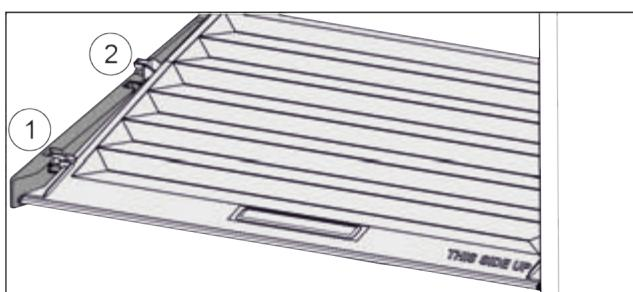

Fig. 67
- Кришку до отвору в деталях для підтримки потягнути вперед Fig. 67 (1).
- Підняти ззаду знізу та вийняти Fig. 67 (2) вгору.